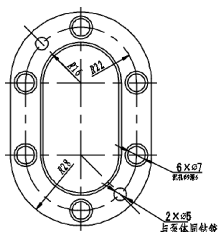

图 14-16 主视图文字标注
(5) 单击“默认”选项卡“注释”面板“多行文字”按钮，在尺寸“ $6 \times \phi 7$ ”和“ $2 \times \phi 5$ ”的尺寸线下面分别标注文字“沉孔 $\phi 9$ 深 6”和“与泵体同钻铰”。注意设置字体大小，以便与尺寸数字大小匹配。如果尺寸线的水平部分不够长，可以单击“默认”选项卡“绘图”面板中的“直线”按钮补画，以使尺寸线的水平部分能够覆盖文本长度范围，结果如图 14-16 所示。